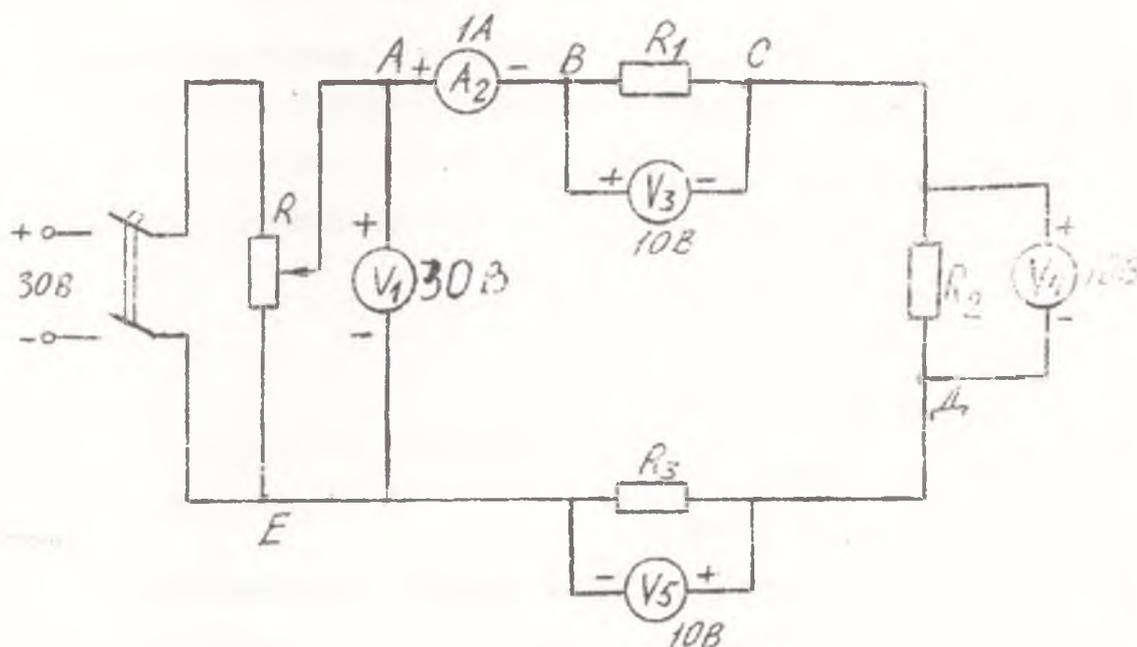

Рисунок 5 – Схема для исследования последовательного соединения резисторов
2. Собрать эл. схему цепи (рис.5). Обратить внимание на полярность подключения измерительных приборов и на установленные пределы измерения.
3. Как изменятся показания всех приборов схемы на рис.5, если R_1 уменьшить (при неизменном напряжении на зажимах цепи).